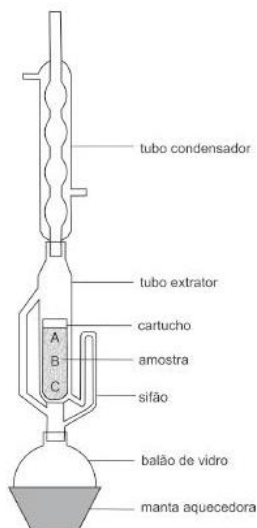

Figura 1 – Sistema de extração utilizando extrator Soxhlet.
- Montar o sistema de extração conforme a Figura 1.
- Adicionar o cartucho no interior do sistema de extração (Figura 1)